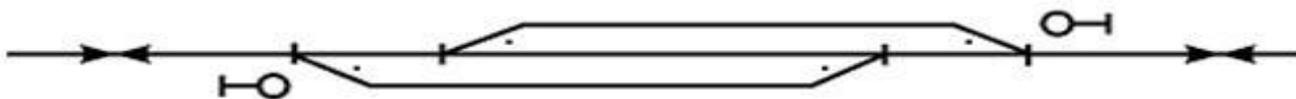

Рис.1. Разъезд
**Разъезды** – это раздельные пункты на однопутных линиях, имеющие путевое развитие, предназначенные для скрещения и обгона поездов (рис. 1).